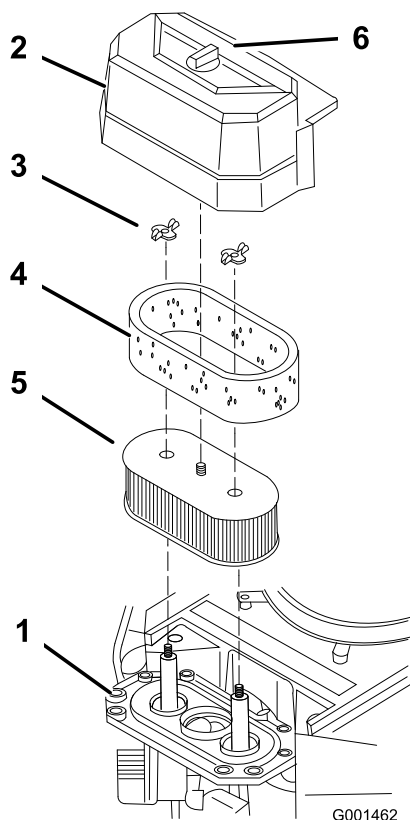

Figura 25
3. Limpie alrededor del limpiador de aire de forma que la suciedad no penetre en el motor y cause daños (Figura 25).
4. Desenrosque el pomo de la cubierta y retire la cubierta del limpiador de aire (Figura 25).
5. Desenrosque las 2 tuercas de orejeta y retire el conjunto del limpiador de aire (Figura 25).
6. Retire cuidadosamente el filtro de gomaespuma del filtro de papel (Figura 25).
1. No limpie el filtro de papel. Cámbielo cada 200 horas de funcionamiento (Figura 25).
1. Deslice cuidadosamente el filtro de gomaespuma sobre el filtro de papel (Figura 25).
2. Coloque el conjunto del limpiador de aire sobre la base del limpiador de aire y fíjelo con 2 tuercas de orejeta (Figura 25).
3. Coloque en su posición la cubierta del limpiador de aire y apriete el pomo de la cubierta (Figura 25).